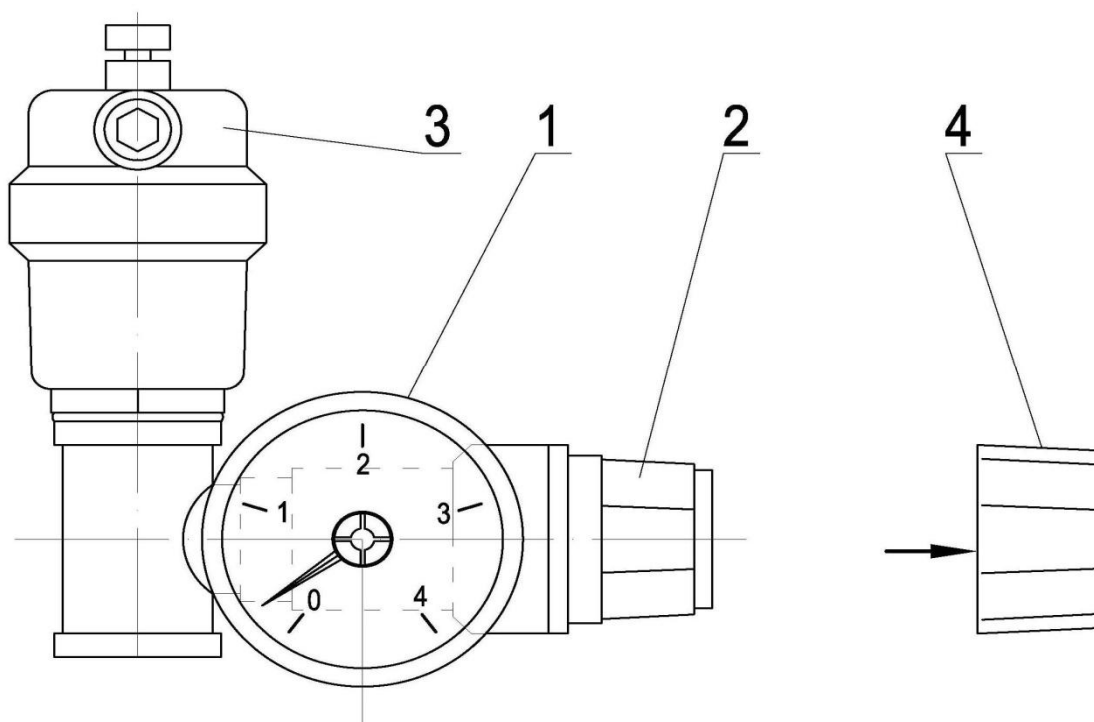

Рис.5
- Провести визуальный контроль целостности узлов входящих в состав предохранительной сборки *Рис.5*.
- Снять защитный колпачок (4), слегка потянув его по направлению стрелки.
- Повернуть рукоятку предохранительного клапана (2) против часовой стрелки до характерного щелчка, при этом стрелка манометра должна показать падение давления (отклониться влево).